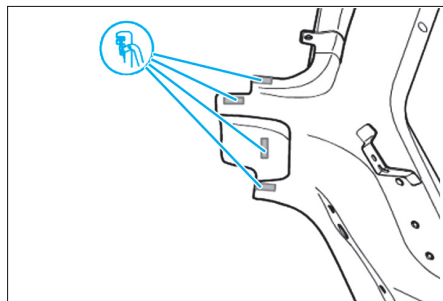

FIG. 98
- Percer les zones d'accostage comme illustré (Fig.98).